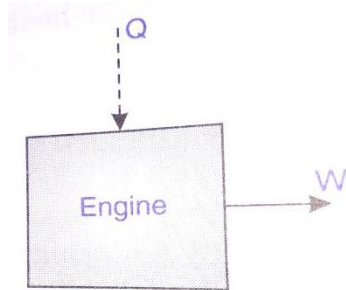
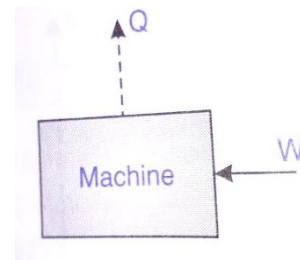

Fig.1.1: A PMM1 (Impossible Engine)
Fig.1.2: The converse of PMM1
1. The first law of thermodynamics states the principle of the conservation of energy. Energy is neither created nor destroyed, but only gets transformed from one form to another. ***There can be no machine which would continuously supply mechanical work without some form of energy disappearing simultaneously*** (Fig.1.1). Such a untrue machine is called a ***perpetual motion machine of the first kind***, or in brief, **PMM 1** . A PMM1 is thus impossible.
2. The converse of the above statement is also true, i.e, there can be no machine which would continuously consume work without some other form of energy appearing simultaneously (Fig. 1.2).
باتجاه معاكس في الحالة هذه من دون عامل خارجي مساعد مثال الثلاجة والمضخات الحرارية Refrigerators and Heat engines وهذا التعريف تم من قبل العالم كلاسيوس . الطاقة لا تقنى ولا تأتي من العدم لكن يمكن ان تتحول من شكل الى اخر ( ممكن تحويل الطاقة الحرارية الى شغل والعكس صحيح ) لكن من غير الممكن انتاج شغل بصورة مستمرة من دون اختفاء او تجهيز طاقة من مصدر حراري باستمرار (disappearing energy continuously) ،مثل هكذا مكائن خيالية غير حقيقية تسمى PMM1kind (Fig.1.1) وهي منظومات غير ممكنة ومخالفة للقانون الاول ، محرك السيارة ينتج شغل ميكانيكي يحرك العجلة لكن بالمقابل يتم صرف طاقة بصورة مستمرة ناتجة من حرق الوقود . كذلك في المنظومات التي تمتص طاقة مثل الثلاجة حيث يتم تشغيلها بالطاقة الكهربائية حتى يتمكن النظام (غاز التبريد) من نقل الطاقة من وسط بارد الى وسط حار ويجب التخلص من هذه الطاقة بطرحها الى الخارج عن طريق الشبكة (المبادل الحراري). ومن غير الممكن للمنظومة ان تمتص طاقة بصورة مستمرة من دون ان تحوّلها الى شكل اخر للطاقة وطرح الفائض منها الى الخارج ، حيث لا توجد منظومة حقيقية مثل ما موجود في الشكل (Fig.1.2). حسب مفهوم القانون الاول ، يمكن ان تتحول كل طاقة المصدر Q الى شغل W لكن هذا مخالف للقانون الثاني حيث لا توجد كفاءة 100% لأي منظومة مثل هذه المنظومات المخالفة للقانون الثاني تسمى PMM2 kind .